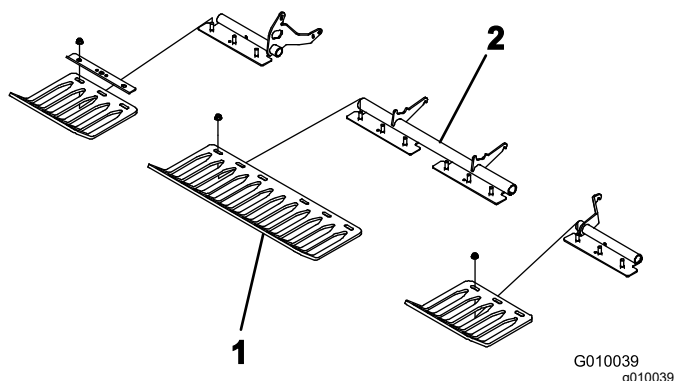

図 23
4. ターフガードブラケットにターフガード 4 本を仮止めする全部で 12 本のフランジナットを使用 図 23。この時点ではまた本締めしないこと。
注 ターフガード用クランプとフランジナットは、ターフガードブラケットに取り付けた状態で出荷されています 図 23。